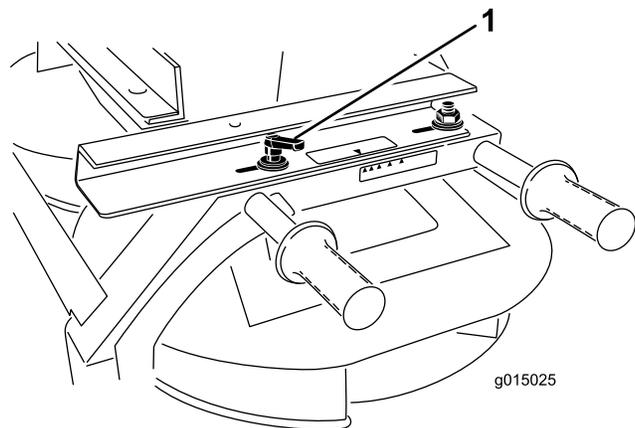

図 32
1. ツインスピナーの左右にあるハンドルをゆるめる（図 32）。